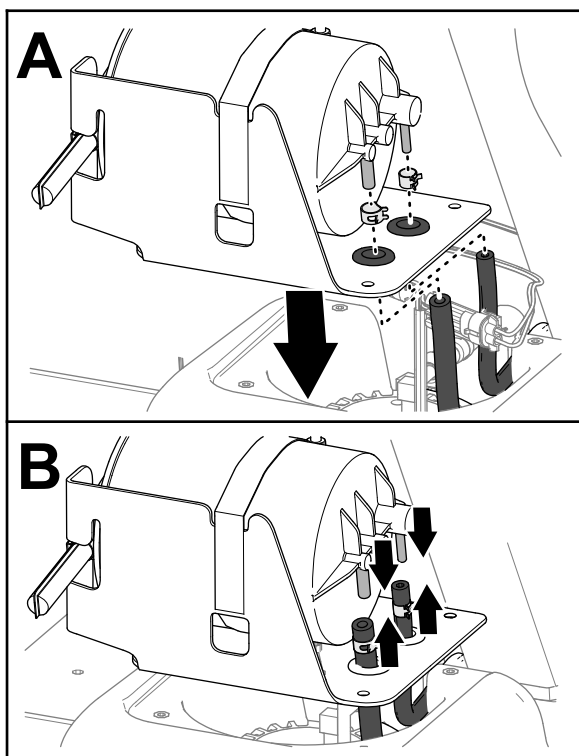

Figura 87
1. Pase las mangueras del depósito de combustible por los anillos de goma del soporte del cartucho de carbón (Figura 87).
2. Coloque las abrazaderas sobre las mangueras (Figura 87).
3. Conecte las mangueras a los acoplamientos del cartucho de carbón (Figura 87).